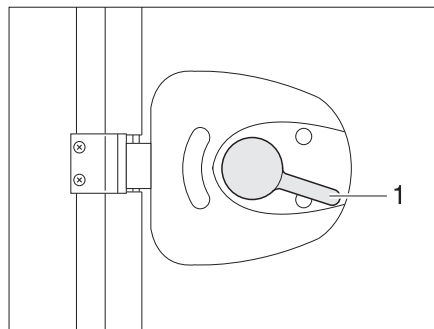

Fig. 22 Serrure de la porte cellule, à l'intérieur, ouverte
- Appuyer sur la poignée de la porte (Fig. 22,1) vers le bas.